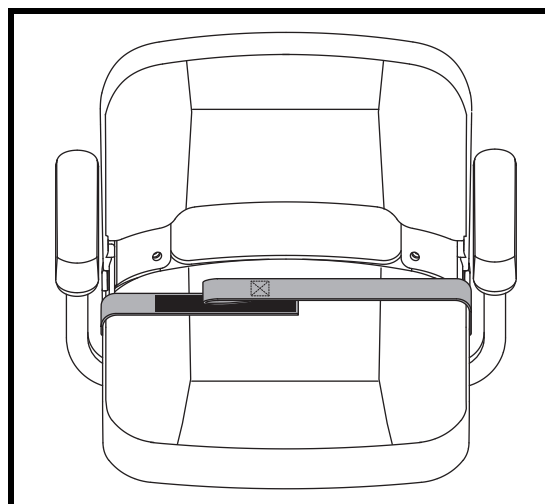

Figura 23. Cinture di sicurezza - Cintura di sicurezza con gancio riutilizzabile e velcro
1. Allineare le due parti della cintura ponendo la parte con il velcro direttamente sopra il lato di adesione ("gancio") dell'altra parte. Premere per bloccare. **Vedere figura 23.**